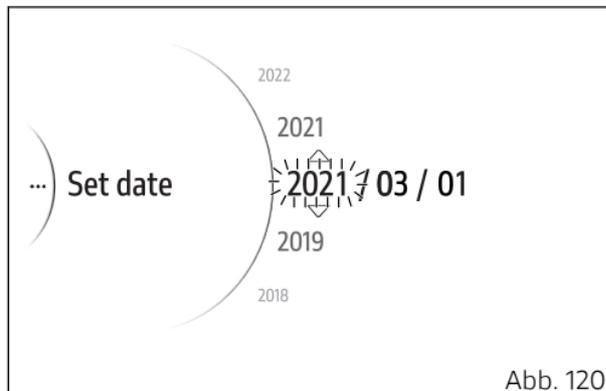

Abb. 120
- Anhand der Tasten (1) und (2) über das Interactive Menu die Angabe „Setting menu“ markieren, dann die Taste ENTER (3) drücken.
- Die Angabe „Date and time“ markieren, dann auf ENTER (3) drücken.
- Die Angabe „Set date“ markieren, dann auf ENTER (3) drücken.
Der erste Parameter des Datums (Abb. 120) blinkt und wird mit zwei Pfeilen, oben und unten, angezeigt. Auch die für den markierten Parameter verfügbaren Werte werden angezeigt. Über die Tasten (1) und (2) ist das Scrollen und Wählen des gewünschten Werts möglich. Zum Bestätigen und für den Übergang auf den nächsten Parameter auf ENTER (3) drücken.